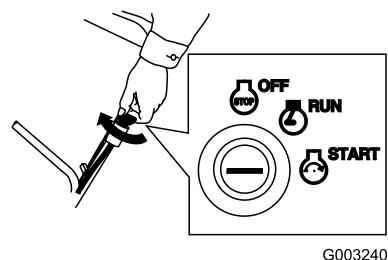

Figura 20
- Gire la llave de contacto a la posición de Arranque; cuando el motor arranque, suelte la llave (Figura 20).